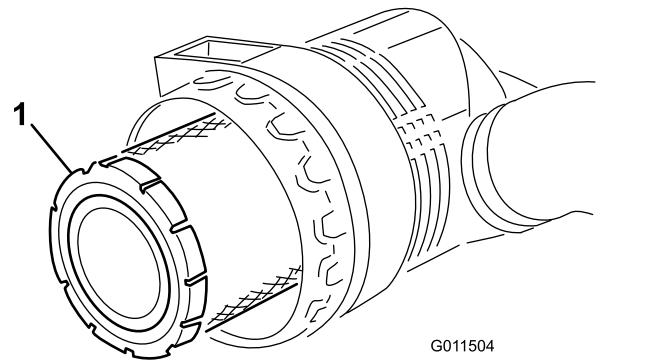
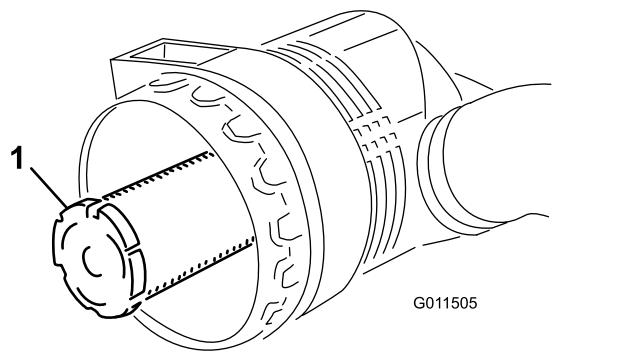

Figura 72
Figura 73
- Togliete il filtro primario dell'olio (Figura 72). Si sconsiglia la pulizia dell'elemento usato, per evitare il rischio di danneggiare l'elemento filtrante. Controllate il filtro nuovo e accertatevi che non sia stato danneggiato durante la spedizione, in particolare l'estremità di tenuta del filtro ed il corpo. Non usate l'elemento se è avariato. **Non togliete il filtro di sicurezza (Figura 73).**
Importante: Non cercate mai di pulire il filtro di sicurezza (Figura 73). Sostituitelo con uno nuovo ogni tre revisioni del filtro primario.
4. Sostituite il filtro primario dell'olio (Figura 72).